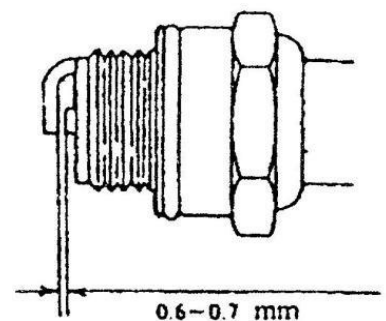

Fig. 16
- (1) Reinige den Luftfilter nach der täglichen Arbeit, denn wenn Chemikalien am Schwamm haften bleiben, verringert sich die Motorpower. Achte besonders darauf!
- (2) Nach der Reinigung des Schwamms mit Benzin sollte er wieder eingesetzt werden.
- (3) Der richtige Abstand zwischen den Elektroden der Zündkerze sollte 0,6-0,7 mm betragen, überprüfe ihn häufig, wenn er zu groß oder zu klein ist, behebe er – wie in Abb. 16 gezeigt.
- (4) Die Zündkerze, die zu diesem Gerät passt, hat das Symbol 4106J. Verwende keine anderen Modelle. Wenn die Zündkerze gewechselt werden muss, kann sie im Gartengeräte-Service oder im landwirtschaftlichen oder gärtnerischen Fachgeschäft gekauft werden.